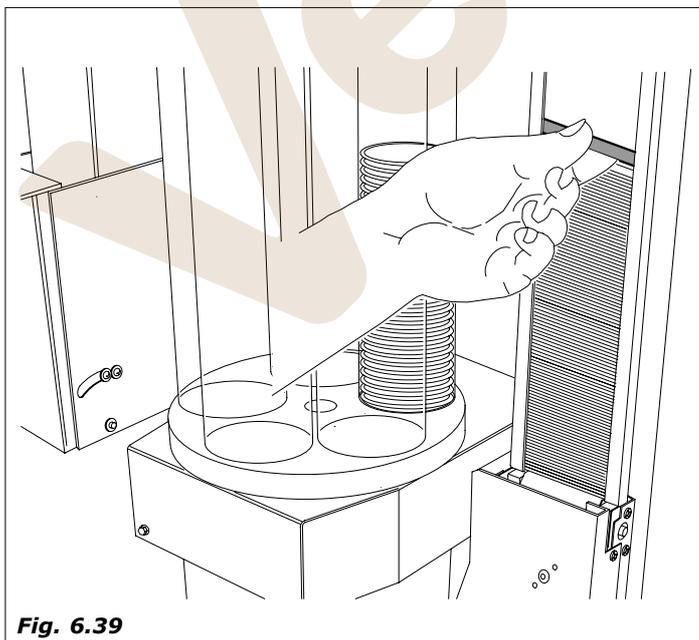

Fig. 6.39
- al completar la carga, colocar de nuevo el peso metálico (Fig.6.39).